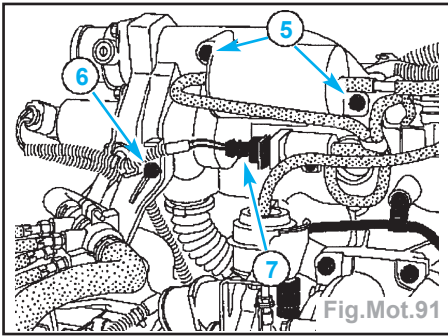
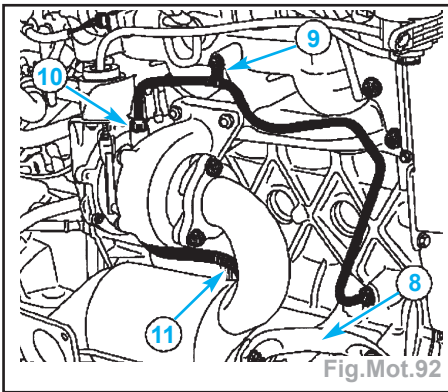

Fig.Mot.91
Fig.Mot.92
- le tuyau d'air (1) en débranchant la durit (2) sur le bocal de réaspiration des vapeurs d'huile,
- la fixation (5),
- les conduits d'air (3) et (4) respectivement du turbocompresseur et du collecteur d'admission puis les écarter.
- Déposer (Fig.Mot.91) :
- les fixations (5) de la réserve de vide,
- la fixation (6).
- Débrancher le connecteur (7).
- Déposer (Fig.Mot.92) :
- la béquille (8),
- le tuyau de retour d'huile (11),
- la vis de fixation (9).